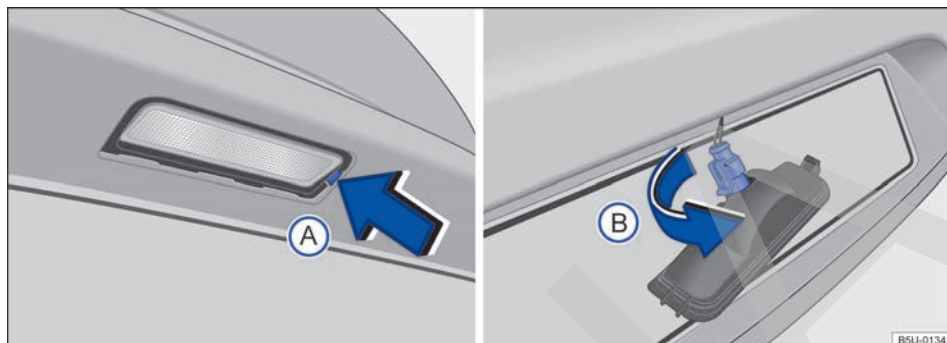

Fig. 172 En el paragolpes trasero: retirar la luz de la placa de licencia y el portalámparas.
2. Con el auxilio de un destornillador, presionar la traba → fig. 172 (A) para quitar el conjunto.
3. Girar el portalámparas en el sentido de la flecha (B), y desencajarlo del alojamiento.
7. Presionar el portalámparas en el alojamiento y girar en el sentido contrario al de la flecha (B).